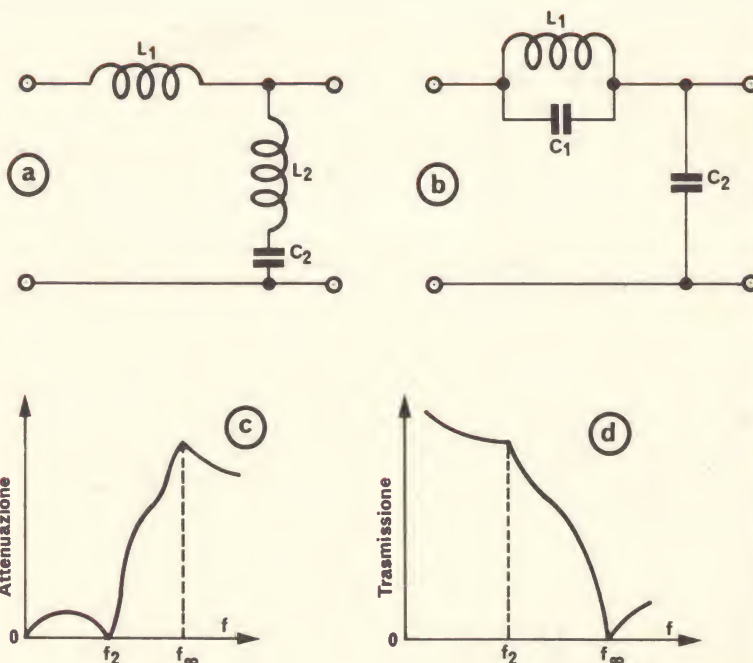

Fig. 10
Così la formula (5) diventa uguale alla formula (1), la formula (6) scompare e  $L_2$  anche (bisogna sostituire  $L_2$  con il collegamento di fig. 10/a); anche la formula (7) scompare perché  $C_1 = 0$ . Per cui nella figura 10/b  $C_1$  deve essere eliminato; la formula (8) diventa la formula (2). La formula (9) dà allora  $f_2 = f_\infty$ . La configurazione del filtro è, in queste condizioni, quella della figura 9.